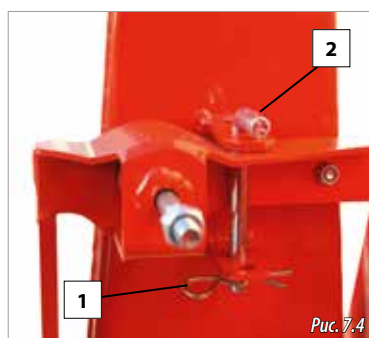

Рис. 7.4
- А. Установить фиксатор (2, рис. 7.4) и затем шплинт (1, рис. 7.4).